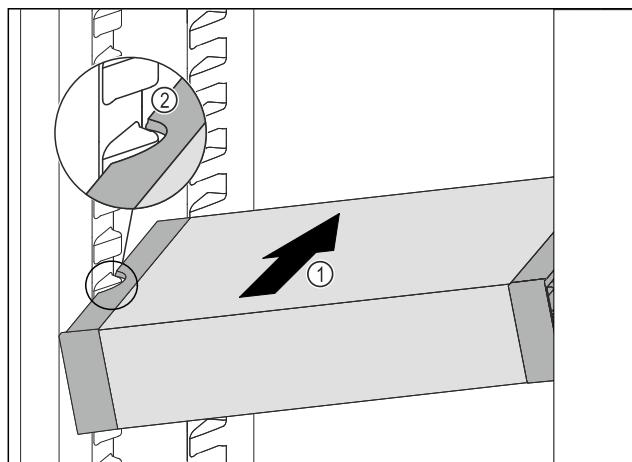

Fig. 101
- Вкарайте VarioSafe под ъгъл в хладилната част Fig. 101 (1), докато страничните прорези Fig. 101 (2) на VarioSafe се намират на височината на реброто на съда в хладилната част.